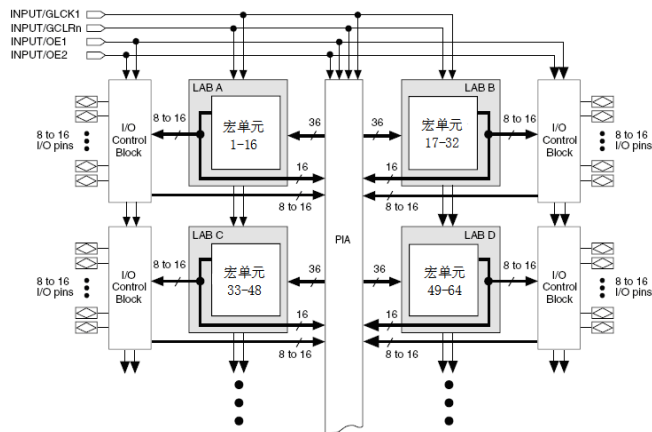

图 27-1 CPLD 的内部结构
这里以 Altera 公司的 MAX7000S 系列芯片为例，其内部结构如图 27-1 所示，其他型号的结构与此类似。从图 27-1 中可以看出，CPLD 主要有三个功能模块，即宏单元（Macrocell）、可编程连线阵列（PIA）和 I/O 控制块。
- 宏单元是 CPLD 的基本组件，所有的逻辑功能都是由它来实现的。图 27-1 中 LAB A～LAB D 是多个宏单元的集合。